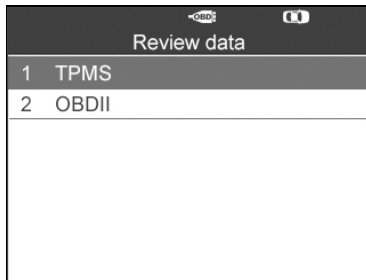

Abbildung 8.1
Verwenden Sie die Scrolltasten **NACH OBEN/UNTEN** und **LINKS/RECHTS**, um im Hauptbildschirm (Abbildung 3.1) **Datenüberprüfung** auszuwählen und warten Sie, bis die zu prüfenden Daten angezeigt werden. (Abbildung 8.1)
- 1) Wählen Sie unter **Datenüberprüfung** über die Scrolltaste **NACH OBEN/UNTEN** die Option **TPMS oder OBDII** aus und drücken Sie die **Y**-Taste. (Abbildung 8.1)